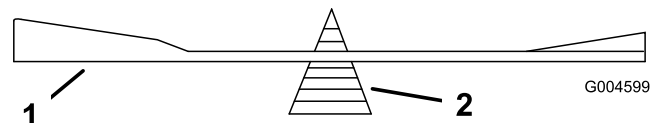

Figure 38
2. Vérifiez l'équilibre de la lame en la plaçant sur un équilibreur (Figure 38). Si la lame reste horizontale, elle est équilibrée et peut être utilisée. Si la lame est déséquilibrée, limez un peu le dos de la lame. Répétez la procédure jusqu'à ce que la lame soit équilibrée.